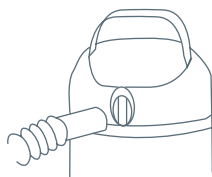

Fig. 17
Para soplar, conecte la manguera (9) en el conector de soplado (18). (Fig. 17).